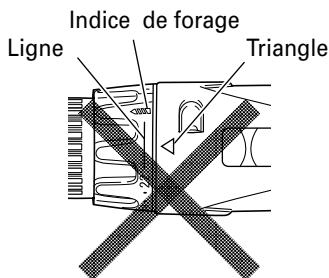

Fig. 7
- (1) En mode visseuse, alignez l'un des chiffres du sélecteur "1, 3, 5, ... 22" ou le point avec le repère triangulaire sur le corps.
- (2) En mode perceuse, alignez le symbole du foret "▲" sur le sélecteur de débrayage avec le repère triangulaire sur le corps.
- N'utilisez pas l'outil avec le sélecteur de débrayage positionné entre le chiffre "22" et la ligne au centre du symbole du foret, vous risqueriez de l'endommager (Voir Fig. 7).